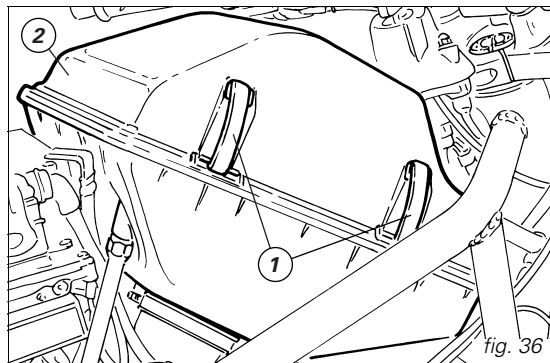

fig. 36
Pour retirer le filtre, décrochez les languettes (1) de fixation du couvercle, de part et d'autre de la boîte à filtre, et retirez le couvercle (2, fig. 36).